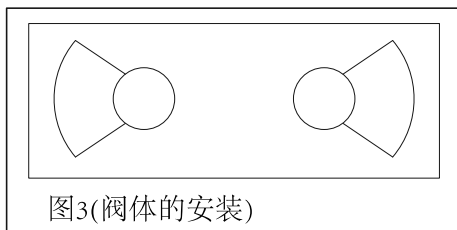

图3(阀体的安装)
(1) 在安装前必须清除安装孔周围的污物。
(2) 卸下阀体上的固定台座。
(3) 将阀体从台面下方往上穿过安装孔。
(4) 将固定台座拧紧到阀体上。
(5) 用耐压软管上的螺母将耐压软管、垫片与阀体拧紧。
(6) 将阀体上的紧固螺母拧紧，然后拧动紧固螺母上的螺钉，使阀体充分固定在台面上。
**注意：**T型阀体的旋转范围如图3扇形部分。